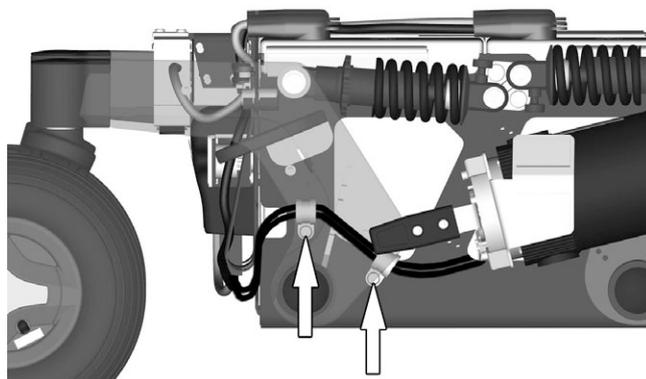

Abbildung 51. Die Kabel von Antriebsmotor und Magnetbremse sind mit zwei Leitungshaltern montiert.
2. Die Kabel mittels Leitungshaltern am Fahrgestell montieren. Siehe Abbildung. 51.